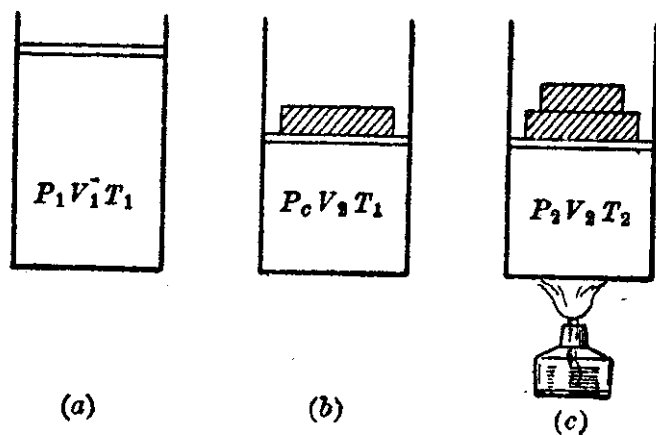

图 4·8 导出气态方程的附图
阶段进行的①。在第一阶段中，温度 T_1 保持不变，体积由 V_1 变为 V_2 ，这时压强从 P_1 变化到 P_0 (图 4·8(b))，即气体由初始状态变化到中间状态。在第二阶段中，体积 V_2 保持不变，温度从 T_1 变为 T_2 ，这时压强从 P_0 变化到 P_2 (图 4·8(c))，即由中间状态变化到最终状态。下面我们吧气体状态的变化和它适用的定律列成表：